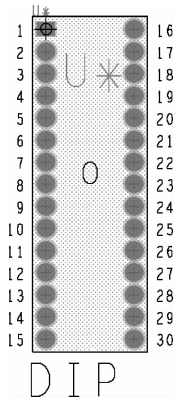

图 9-42 确定零件中心
- 在命令窗口中输入“o”文字，然后右击鼠标，在弹出的菜单栏中选择“Done”命令，完成中心位置的确定，如图9-42所示。